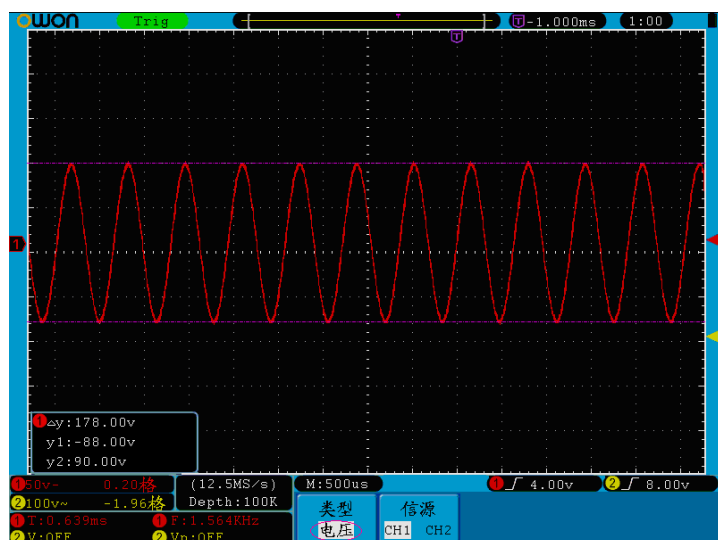

图 5-74: 电压光标测量波形
4. 根据被测波形，分别转动两个通道的 垂直位置 旋钮调整光标1、光标2的位置，位于波形左下方的光标增量窗口显示光标1和光标2电压幅度差值的绝对值及两光标当前的位置。见图 5-74：